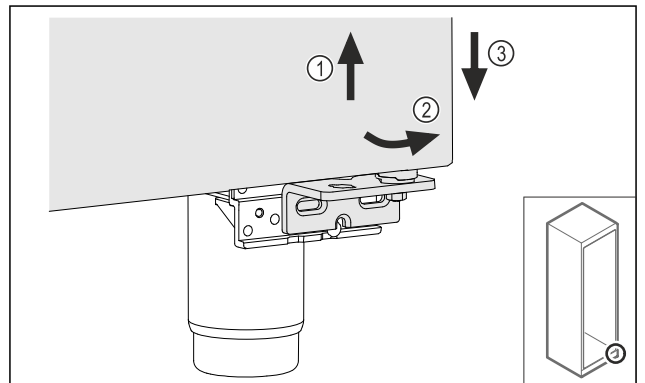

Fig. 18
- ▶ Немного приподнимите дверь Fig. 18 (1), наклоните снизу вперед Fig. 18 (2) и опустите Fig. 18 (3).